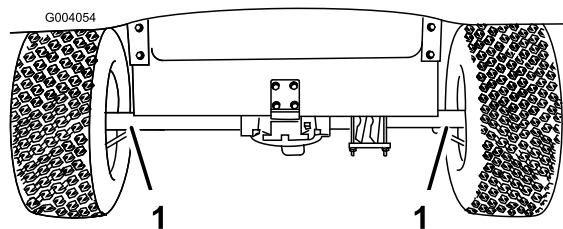
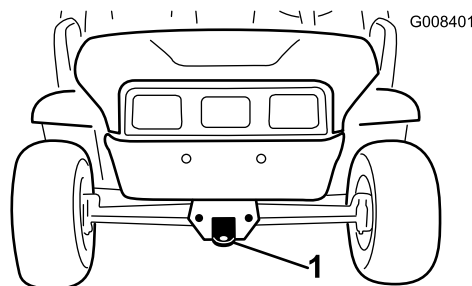

Figura 21
Figura 22
Utilizzate un rimorchio se dovete trasportare il veicolo a distanze considerevoli. Accertatevi che il veicolo sia fissato al rimorchio. Vedere Figura 21 e Figura 22 per conoscere la posizione dei punti di attacco.
2. Fissate una fune di traino al timone sulla parte anteriore del telaio (Figura 22).